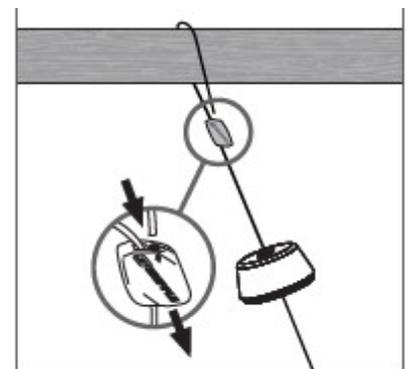

FIGURE 6: THREAD CABLE AGAIN
3. Пропустите конец кабеля во второе отверстие зажима Gripplle и зафиксируйте (см. рисунок 6).